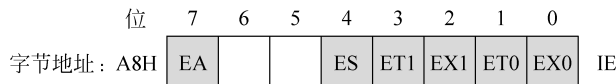

图 3.5 51 单片机的特殊功能寄存器 IE
(2) 合上外部中断的分开关。有一个名称为 IE 的特殊功能寄存器,见图 3.5,其最低位的名称叫 EX0,如果 EX0=0,则外部中断分开关就断开,不允许外部中断 0 产生的中断信号送达 CPU;如果 EX0=1,则外部中断分开关就被合上,允许外部中断 0 产生的中断信号送达 CPU。